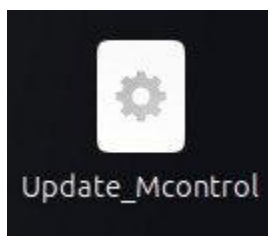

Рисунок 88 – Файл «Update\_Mcontrol»
- 2) Запустите файл «Update\_Mcontrol» на рабочем столе (см. Рисунок 88).